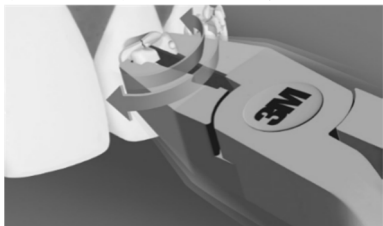

図 9
- 4) ブラケットを保持したまま、エナメル質からブラケットが完全に離れるまで、近遠心方向に静かにゆする (図 9)。